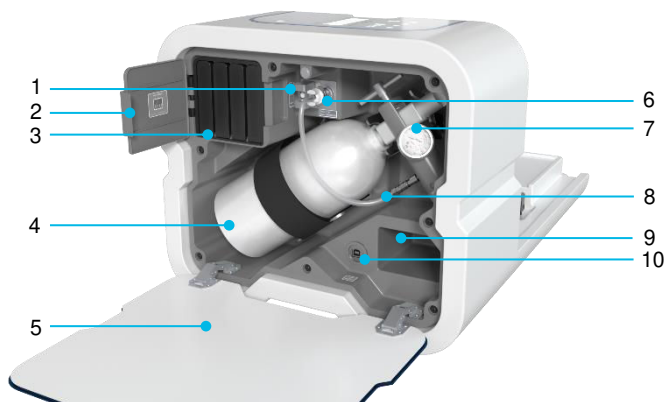

Figura 4 Vista interna del vano per il Kidney Assist Transport.
- Aprire lo sportello del vano (Figura 4, voce 5), premendo delicatamente sulla parte superiore, per accedere al vano ossigeno e batteria.
Aprire lo sportello del vano batteria (Figura 4, voce 2). Posizionare quattro batterie completamente cariche (Figura 4, voce 3). Utilizzare solo batterie compatibili fornite da XVIVO. Controllare la carica di ogni batteria premendo il simbolo “push” sulla stessa. Ogni LED rappresenta il 25% della capacità. Assicurarsi di non toccare il pannello di controllo o di non appoggiare nulla sul dispositivo mentre si posizionano le batterie.
- Collegare il regolatore di ossigeno (Figura 4, voce 7) a una bombola di ossigeno completamente riempita (Figura 4, voce 4) stringendo manualmente la filettatura del regolatore. Rimuovere il sigillo della bombola. Verificare inoltre che la valvola sia pulita e che non ci siano tracce di olio o lubrificante. Se necessario, pulire la bombola.
- Tramite la linea dell'ossigeno (Figura 4, voce 8), effettuare il collegamento tra il regolatore dell'ossigeno al raccordo dell'ossigeno con valvola di sicurezza (Figura 4, voce 6) sul dispositivo. Assicurarsi che il flusso di ossigeno sia impostato a 0,1 l/min.